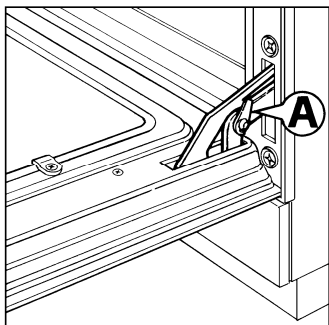

Рис. 4
- прицепить кольца “А” к соответствующим гнездам шарниров (Рис. 4);